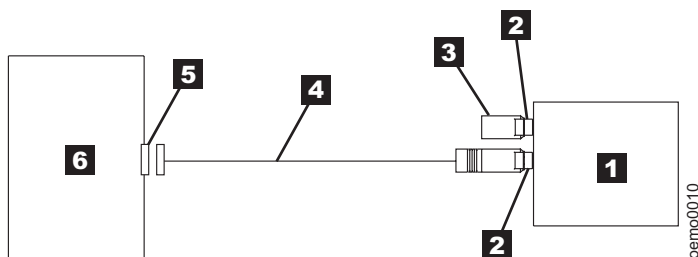

Figure 8. Exemple de connexion d'une unité SCSI unique au serveur.. Vue du dessus.
- **Si l'unité est la seule unité connectée au bus SCSI**, connectez le câble de liaison SCSI au serveur (voir figure 8).